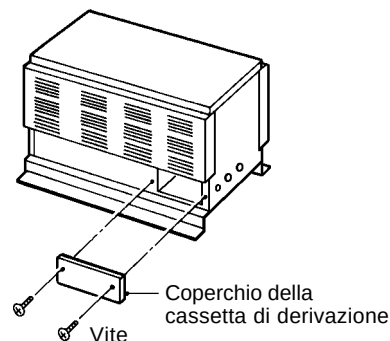

Fig. 19
- 1) Togliere le due viti e il coperchio della cassetta di derivazione del condensatore. Vedere la Fig. 19.